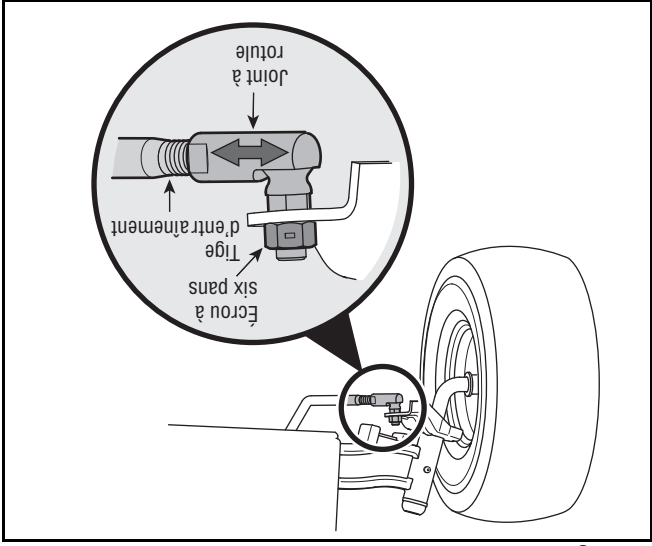

Figure 14
1. Enlevez l'écrin hex. sur le dessus du joint à rotule. Voir la Figure 14.